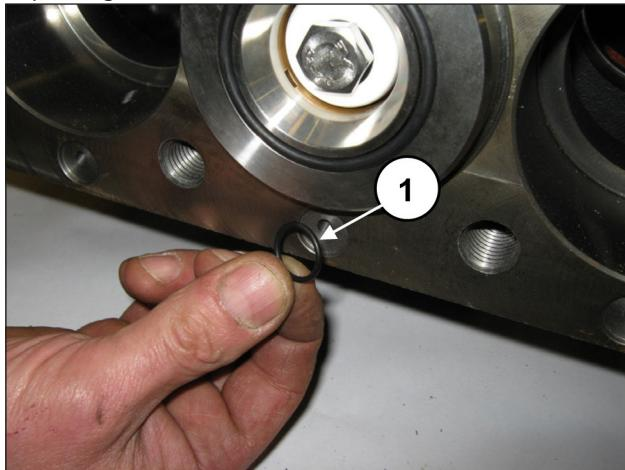

Fig. 130
Poser les 6 joints toriques frontaux sur le carter de pompe (rep. ①, Fig. 130).